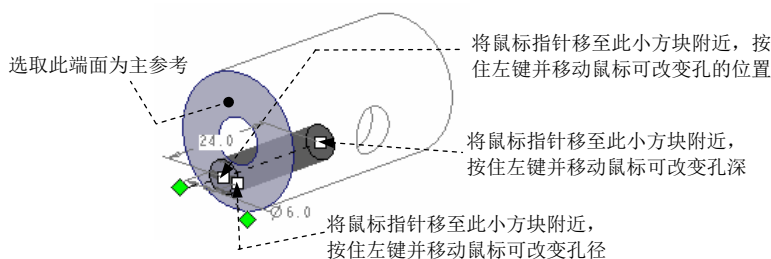

图 5.14.3 选取放置参考
(1) 定义孔的放置参考。选取图 5.14.3 所示的端面为放置参考，此时系统以当前默认